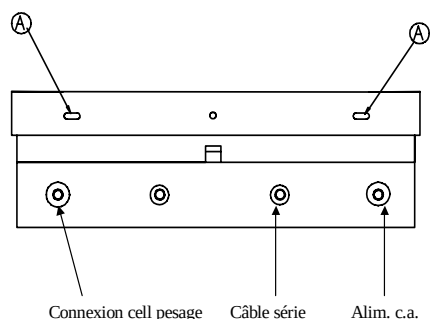

Figure 4
1. Introduire l'extrémité d'un tournevis plat dans l'une des deux fentes (4) (A sur la Figure 4) en bas du panneau avant.